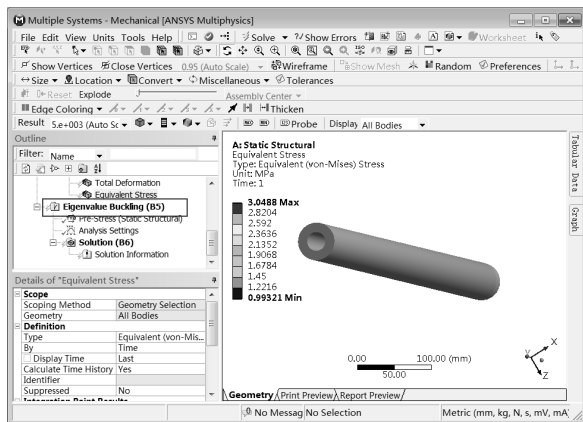

图 14-34 Mechanical 界面
Step1：双击主界面项目管理区项目 B 中的 B5 栏 Setup 选项，进入如图 14-34 所示 Mechanical 界面。在该界面下即可进行网格的划分、分析设置、结果观察等操作。